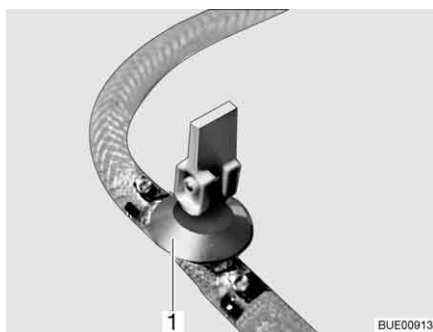
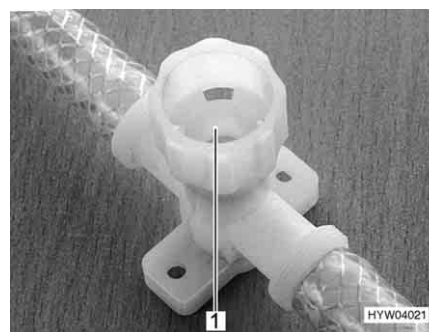

Bild 248 Avtappningskran (med vipparm)
Bild 249 Avtappningskran (med vred)
- Öppna alla avtappningskranar. Ställ för detta avtappningskranens vipparm (Bild 248,1) lodrätt eller vrid avtappningskranens kran (Bild 249,1) moturs.